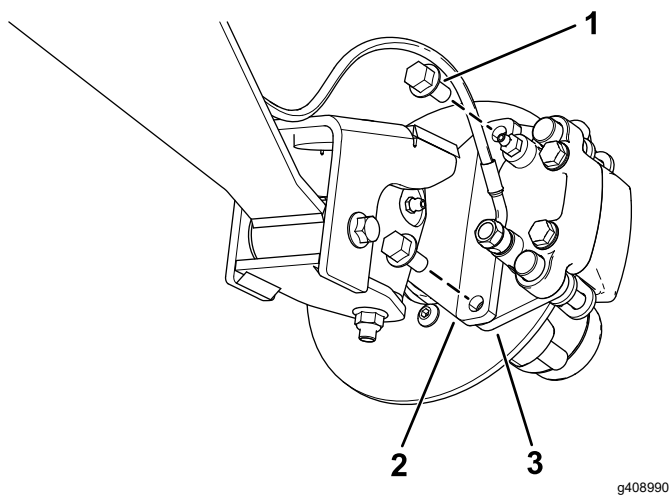
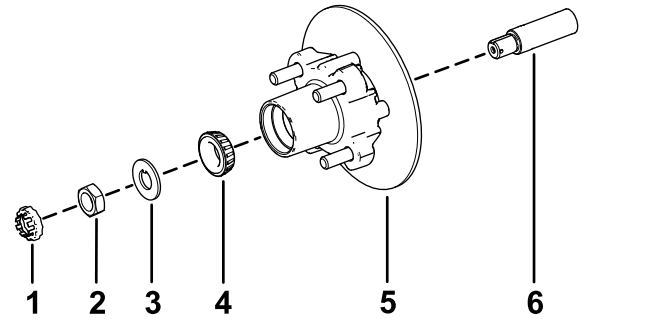

Figura 21
Figura 25
3. Retire os parafusos de cabeça flangeada ($\frac{3}{8} \times \frac{3}{4}$ pol.) que prendem o suporte para o conjunto dos travões ao eixo e afaste o travão do eixo (Figura 21).
1. Aplique uma leve camada do lubrificante especificado no eixo (Figura 25).
2. Monte o cubo e o rotor no eixo com o rotor interior (Figura 25).
3. Monte o rolamento exterior no eixo e coloque o rolamento na correia exterior (Figura 25).
4. Monte a anilha com patilha no eixo (Figura 25).
5. Enrosque a porca do eixo no eixo e aperte a porca com 15 N·m, enquanto roda o cubo para assentar o rolamento (Figura 25).
2. Alinhe as pastilhas dos travões com cada lado do rotor (Figura 21) e os orifícios no suporte da pinça com os orifícios na montagem dos travões da estrutura do eixo (Figura 25).
3. Prenda o suporte da pinça à estrutura do eixo (Figura 21) utilizando os dois parafusos de cabeça flangeada ($\frac{3}{8} \times \frac{3}{4}$ pol.)